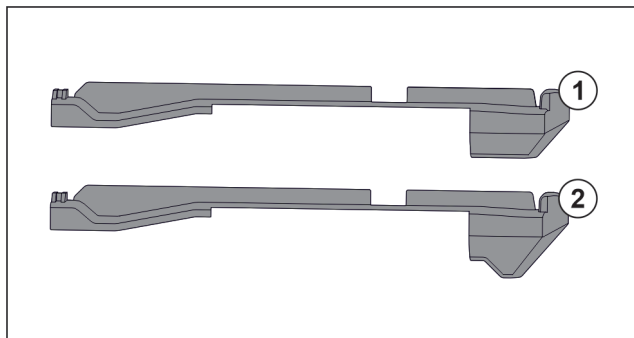

Fig. 128 Сравнение вставных частей
В устройстве находятся две разные вставные части. Вставная часть над самым нижним выдвижным ящиком Fig. 128 (2) имеет треугольную кромку. Все прочие вставные части Fig. 128 (1) имеют прямую кромку.
- ▶ Установите вставную часть Fig. 128 (2) с треугольной кромкой над самым нижним выдвижным ящиком.
- ▶ Установите вставную часть Fig. 128 (1) с прямой кромкой на все прочие места.